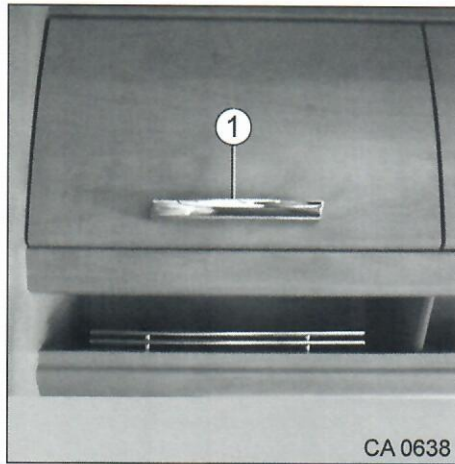

Abb. 39 Griff-Verschluss
- Griff (Abb. 39, Pos. 1) nach unten drücken und die Möbelklappe öffnen bzw. schließen.